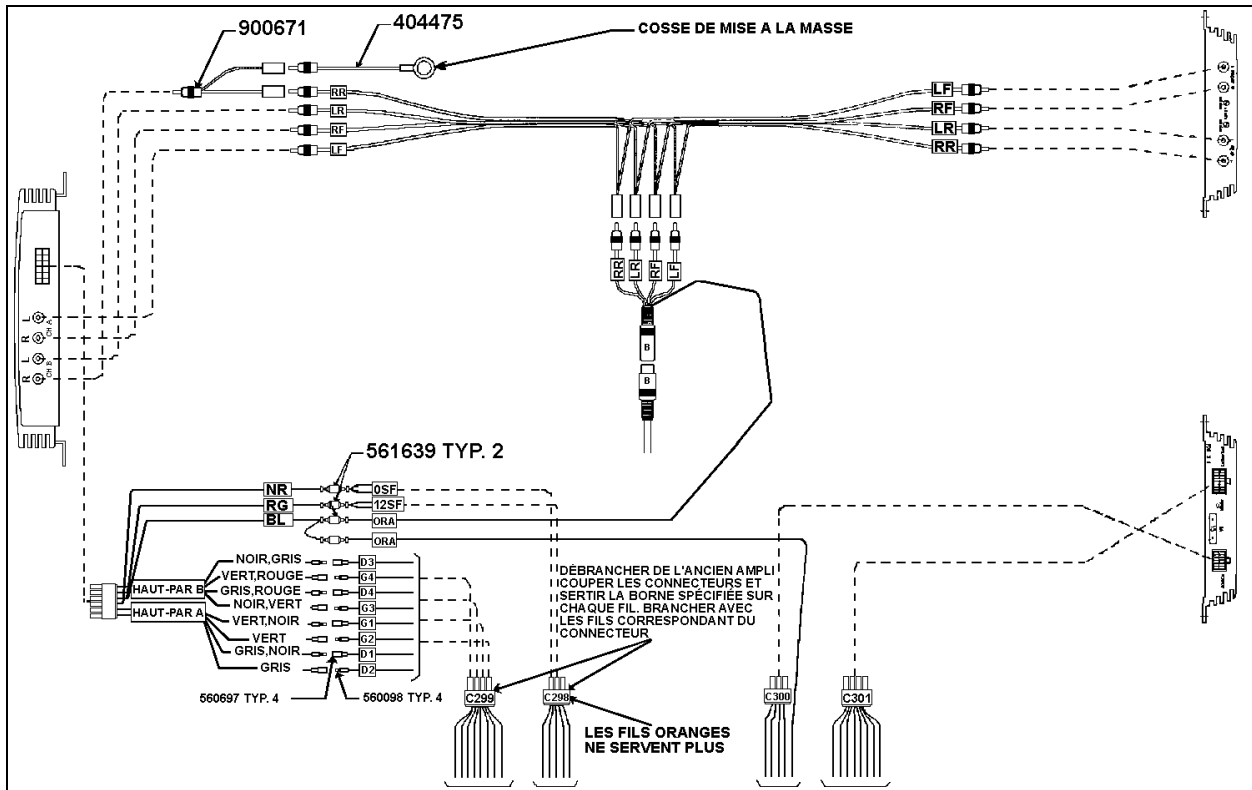

FIGURE 6
Remarque: Se référer à la figure 6 pour le schéma électrique de l'installation de l'amplificateur.
8. Installer la plaque de fixation de l'amplificateur (Prévost no 404517) dans le compartiment avec les vis de fixation, visser l' amplificateur à la plaque et faire le branchement du câblage selon la figure 6.